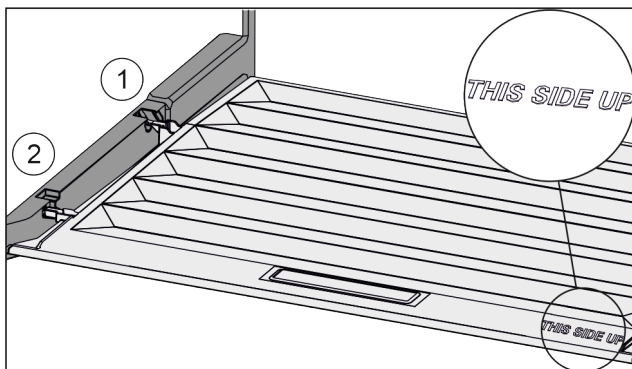

Fig. 34
- ▶ Вставить поперечные ребра крышки через отверстие заднего держателя Fig. 34 (1) и защелкнуть спереди у держателя Fig. 34 (2).